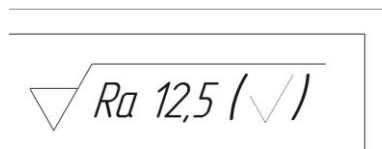

Рис.24. Неуказанная шероховатость
11. Завершить оформление чертежа, проставив неуказанную шероховатость (рис. 24) и заполнив основную надпись (рис. 25).